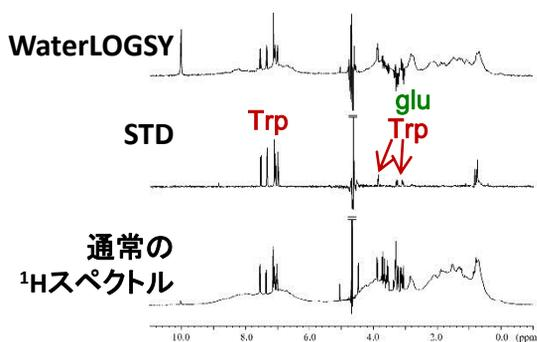

図1 WaterLOGSY法とSTD法の比較：ヒト血清アルブミン (HSA) とトリプトファン (Trp) 複合体のNMR
- ▶ ヒト血清アルブミン (HSA) とトリプトファン (Trp) の複合体の通常の1H NMRスペクトルに対するWaterLOGSY法及びSTD法によるスペクトルを図1に示します。
- ▶ WaterLOGSY法では、タンパク質によるシグナルは十分には消去できていませんが、結合しないグルコースのシグナルは下向きになります (図1上)。
- ▶ STD法では、タンパク質によるシグナルは効率よく消去され、結合したトリプトファンのシグナルをより鮮明に確認することができます (図1中)。